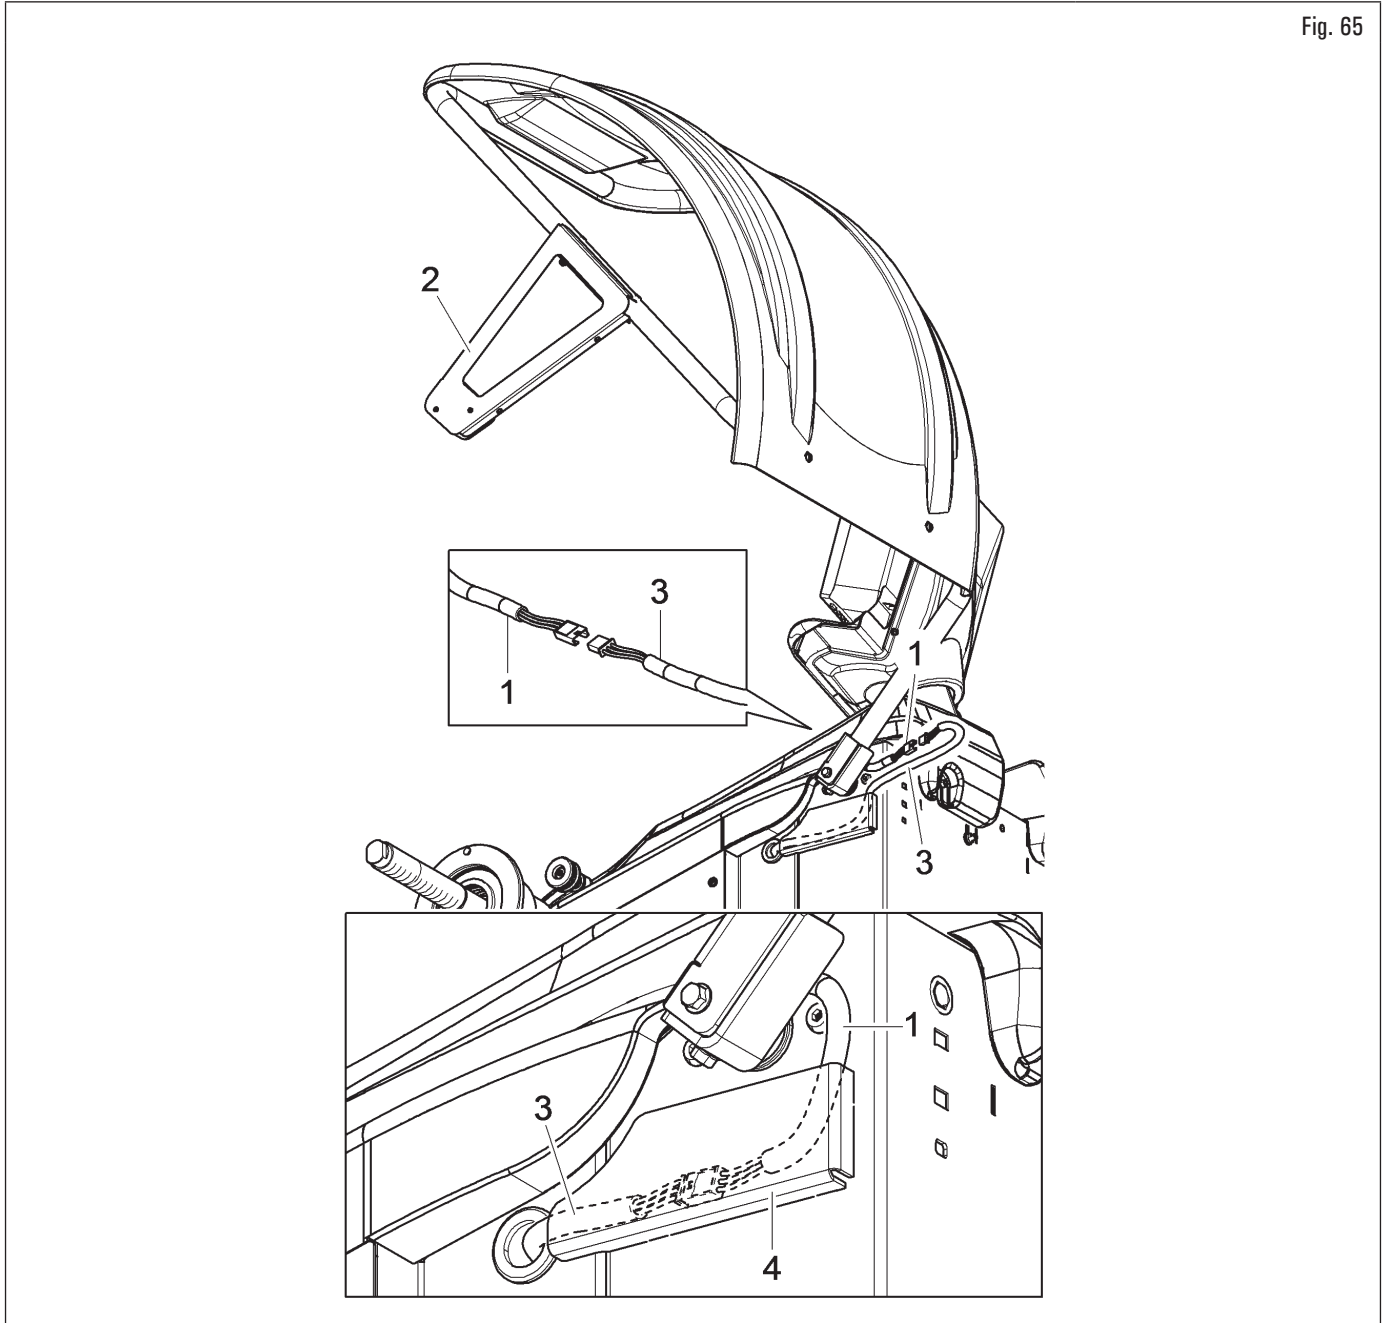

Fig. 65
2. brancher le câble (Fig. 65 réf. 1) du capteur à ultrasons de l'ensemble mesureur largeur automatique (Fig. 65 réf. 2) au connecteur prévu (Fig. 65 réf. 3);
3. au terme de la connexion, insérer les connecteurs dans la fente (Fig. 65 réf. 4) sur le châssis de l'équilibreuse.